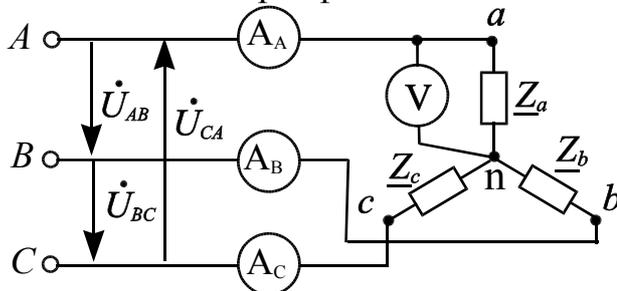

Рис.3.3.1
3.3.1. Трехфазный симметричный приемник с соединением фаз звездой подключен к трехфазной сети с симметричной системой напряжений (рис. 3.3.1).